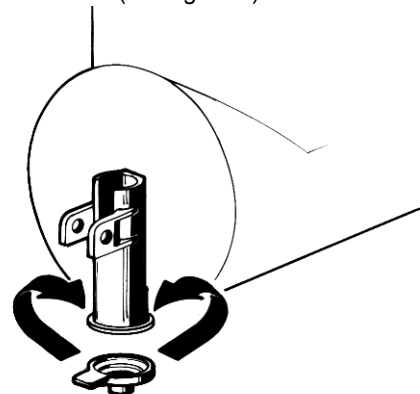

figure 7
**10 Réducteur de flux:** quand le distributeur est utilisé pour refroidir des boissons, il est conseillé d'installer sur le robinet le réducteur de flux fourni (voir figure 7).